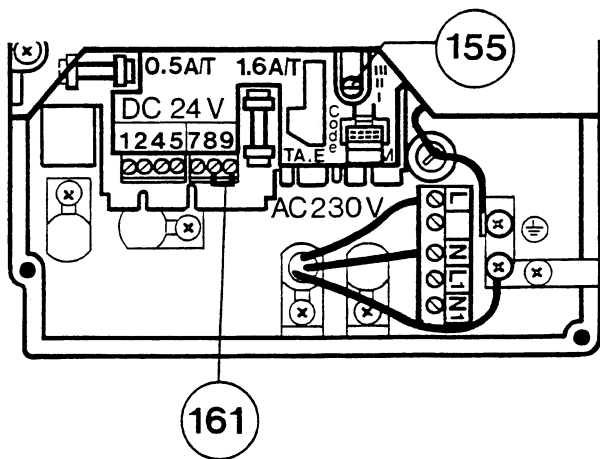

Figura 13
- Allacciare il cavo di collegamento ai morsetti L, N e (figura 13).
Gli apparecchi vengono forniti con la posizione dell'interruttore II (Figura 13). Il commutatore 155, figura 13, consente di selezionare la modalita di funzionamento pompa.